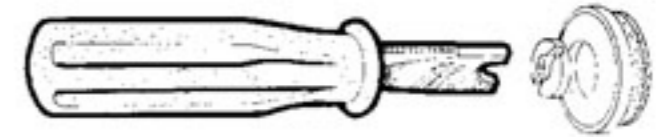

Fig. 1
- Dévisser l'écrou de fixation du plongeur (tournevis) (fig. 1).